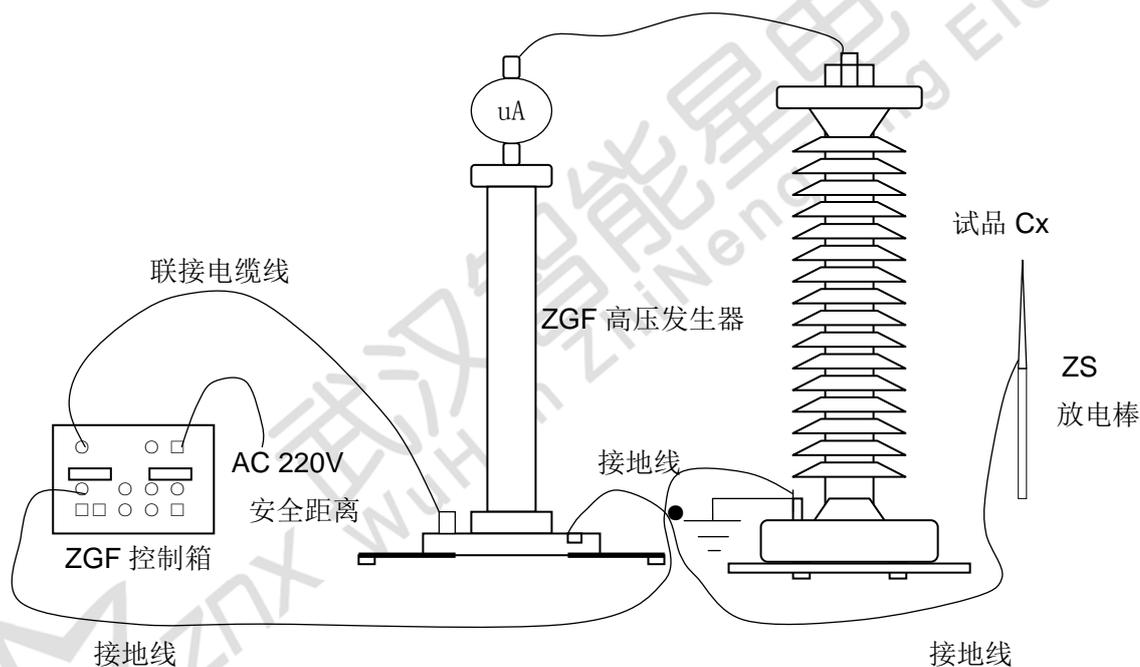

图 6 试品试验接线示意图及接地线联接方法
(1) 直流发生器在使用前应检查其完好性,联接电缆线不应有断路和短路,设备无破裂等损坏。
(2) 将机箱、倍压筒放置到合适的安全的位置,分别联接好电源线、电缆线和接地线。保护接地线与工作接地线以及放电棒的接地线均应单独接到试品的地线上(即一点接地)。严禁各接地线相互串联使用,以免击穿时地电位抬高形成反击,损坏仪器。(见图 6)